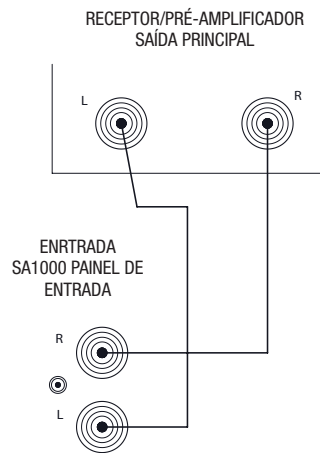

Figura 5:
1. Conecte o cabo RCA de canal duplo entre as saídas de energia Esquerda e Direita do receptor/pré-amplificador e aos conectores de ENTRADA respectivos no painel traseiro do SA1000, como mostrado na Figura 5.